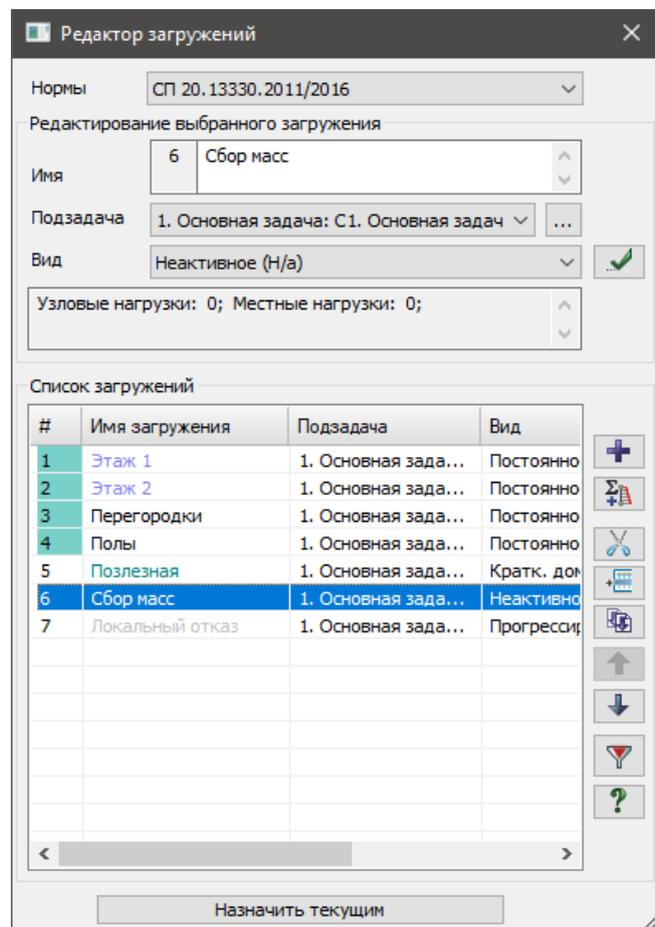

Рис.16.35. Диалоговое окно **Редактор загрузжений**
- ❑ Вызовите диалоговое окно **Редактор загрузжений** (рис.16.35) щелчком по кнопке  – **Редактор загрузжений** (панель **Нагрузки** на вкладке **Создание и редактирование**).